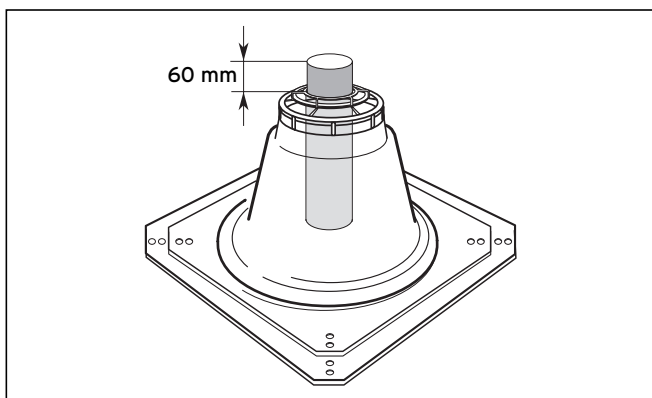

Рис. 6.22 Длина верхней трубы отходящих газов
- Контроль: Труба продуктов сгорания (3, см. рис. 6.22) должна выступать на 60 мм.